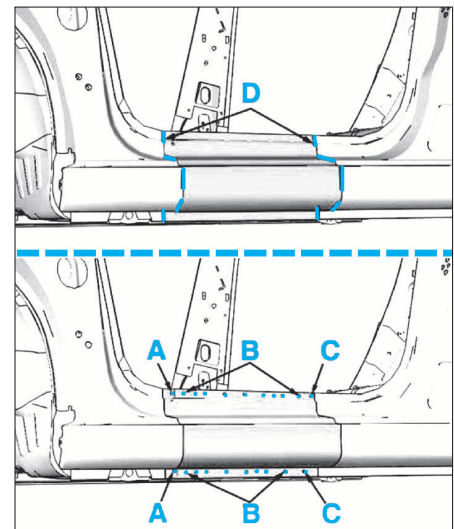

FIG. 25
- Poser et souder la pièce neuve aux endroits indiqués A,B,C et D (Fig.25)
- Dépointer et couper aux endroits indiqués en A,B,C,D,E,F et G (Fig.25).
- Dépointer et couper aux endroits indiqués en A,B,C,D,E,F,G et H (Fig.25).